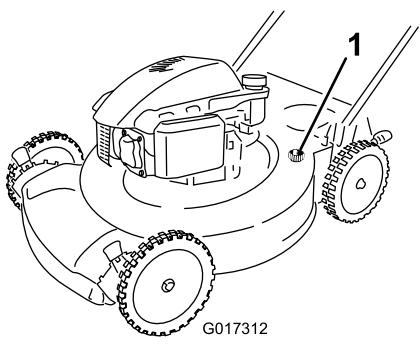

Figure 32
4. Branchez un tuyau d'arrosage, relié à une arrivée d'eau, au raccord de lavage du carter de la machine (Figure 32).